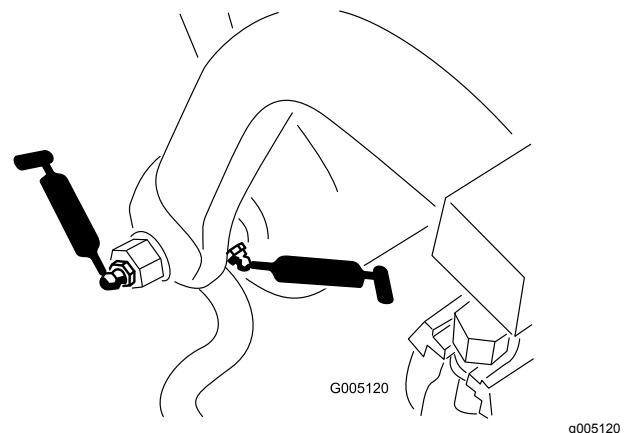

Bild 34
- Zugrahmenwelle und Rolle (12) (Bild 34)